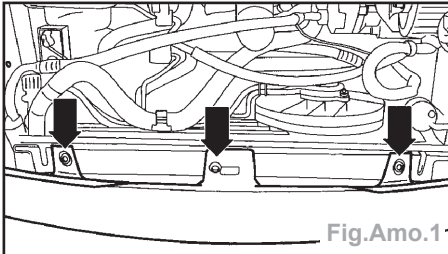

Fig.Amo.1
- Tirer sur la moulure (2) du revêtement du pare-chocs (1) jusqu'à pouvoir avoir accès aux vis de fixation du pare-chocs (voir encadré).
- Séparer les couvercles de protection (6) du crochet de remorquage.
- Dévisser les trois vis (flèches) qui servent à fixer le pan inférieur du revêtement du pare-chocs (Fig.Amo.1).